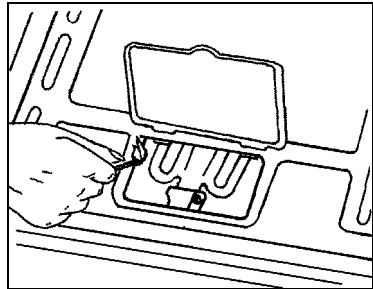

fig. 2
- Se apropie flacăra unui chibrit sau un aprinzător (fig.2).